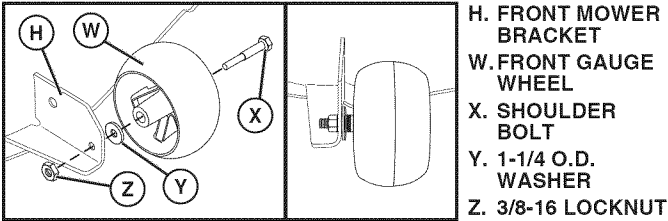

Fig. 30
2. ASSEMBLE FRONT GAUGE WHEEL (W) TO FRONT OF MOWER (See Fig. 30)